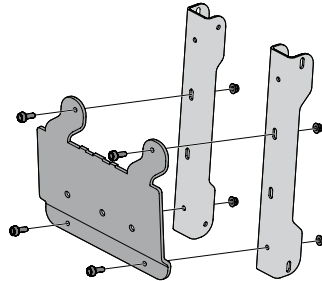

Figura 3
- Coloque los dos soportes del puntal (789-04278) orientados hacia abajo, como se indica en la Figura 3.
- Alinee la placa de montaje (689-02559) con los soportes del puntal con las bridas que se curvan hacia adentro y la brida sólida que queda alineada con los orificios más pequeños a lo largo de la base de los soportes del puntal. Consulte la Figura 3.
- Asegure la placa de montaje y soportes del puntal con cuatro tornillos de cabeza hexagonal (710-1238) y cuatro tuercas de seguridad (712-04063) del paquete de herrajes 689-02619. Consulte la Figura 3.